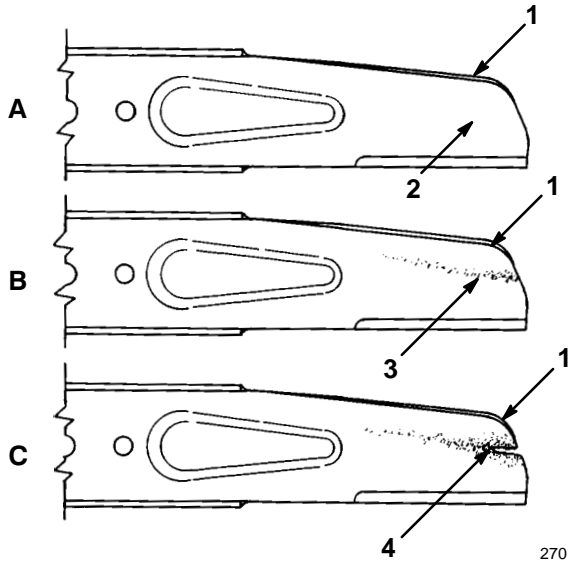

Figure 21
- Basculer la tondeuse sur le côté (Fig. 21).